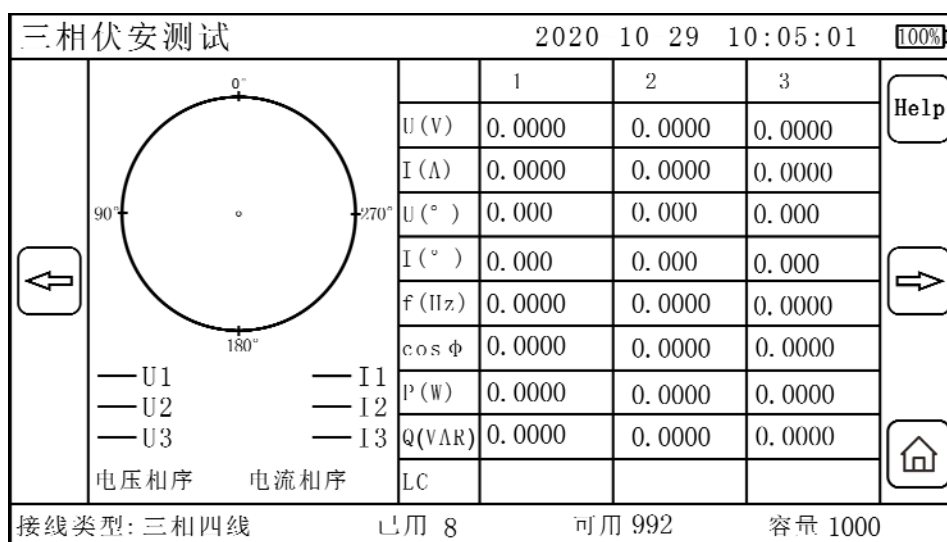

图 9
(1) 进入如图 9 所示测试界面后，仪器便会自动测量数据，并且每隔 0.3 秒显示一次测试数据。若需测量单相，只需连接所要测的相的接线即可，其他相不接线，否则会影响精度。如若想保存数据，只需要点击保存按键即可，保存数据时蜂鸣器会响一声。退出页面（点击页面下的 HOME 键或者左箭头）即可停止测试。